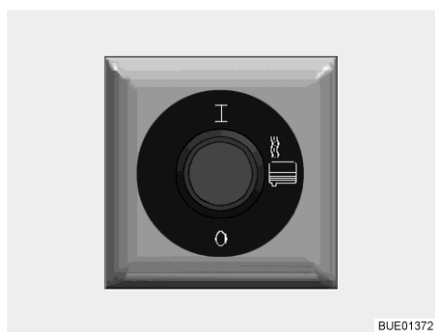

Fig. 193 Interrupteur pour le chauffage des eaux usées
**Mettre en marche :** ■ Appuyer sur la partie supérieure de l'interrupteur (Fig. 193). Le chauffage des eaux usées est allumé et empêche que les composants chauffés ne gèlent.